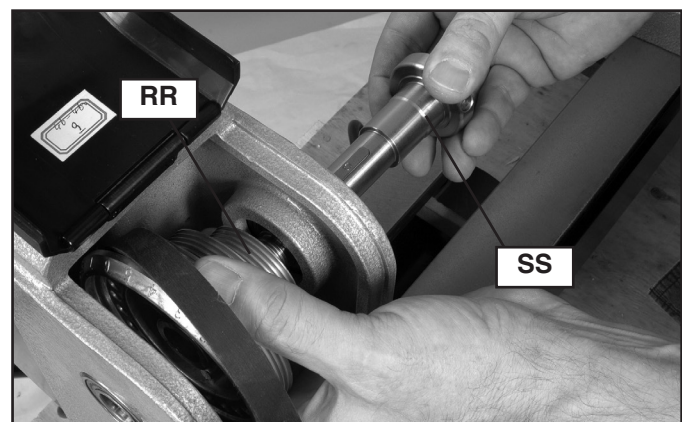

Fig. 34
8. Sujete la polea del eje (RR) Fig. 34 con una mano y deslice el eje (SS) hacia afuera con la otra mano en dirección al cabezal móvil.